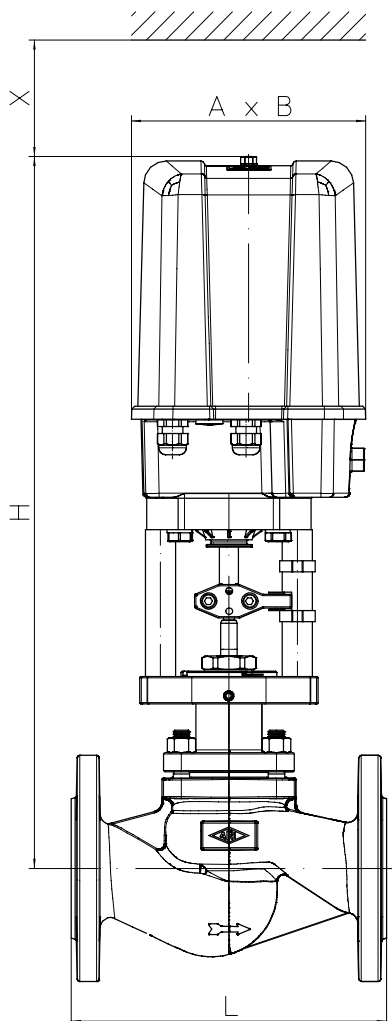

Fig. 448
I. Fig. 448: Układ pierścieni V-ring z PTFE / Uszczelnienie EPDM